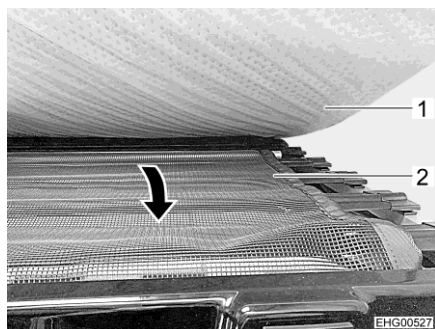

Fig. 73 Red de seguridad
- Extraer la red de seguridad (Fig. 73,2) de debajo del colchón (Fig. 73,1) y extenderla sobre el orificio de acceso.